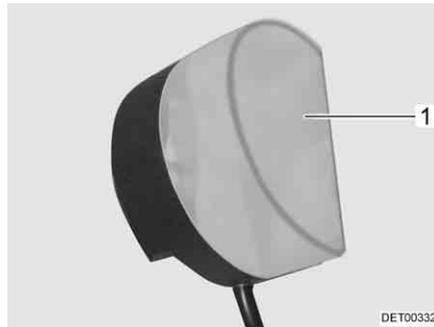

Bild 191 Kleiderschrankleuchte
- Leuchtenabdeckung (Bild 191,1) leicht zusammendrücken und abnehmen.